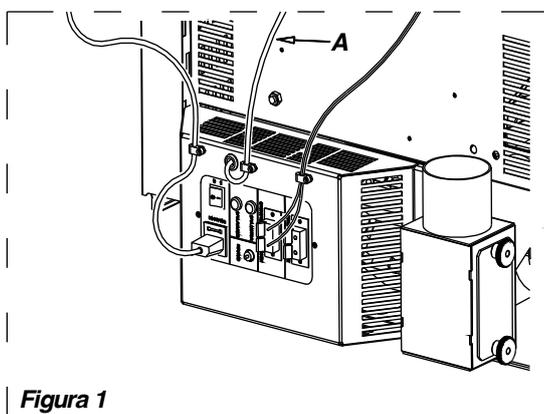

Figura 1
- Svitare e togliere i pomelli A togliendo poi la lama B (vedi figura 1).